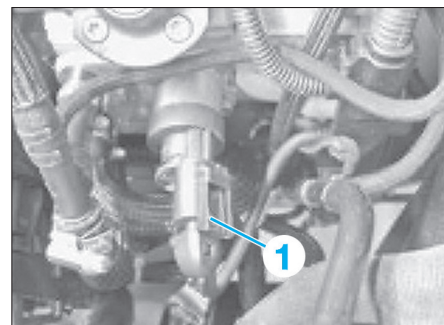

Fig. 55
- Déverrouiller et débrancher le connecteur (1) de l'unité de dosage (Fig.55).